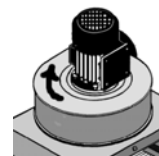

Рис. 8.5
- 8.7. Проверьте направление вращения крыльчатки вентилятора – направление вращения крыльчатки по стрелке, нанесенной на улитке вентилятора (по направлению улитки, см. рис. 8.5).